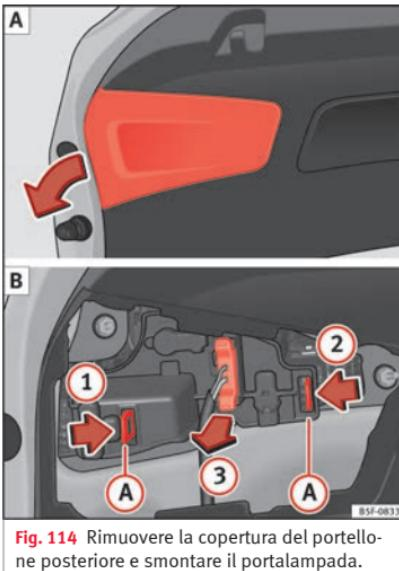

Fig. 114 Rimuovere la copertura del portello posteriore e smontare il portalampane.
- Togliere la copertura del portellone nella direzione della freccia » fig. 114 A.
- Sbloccare le linguette di fissaggio A del portalampane seguendo la direzione delle frecce 1 e 2 » fig. 114 B.
- Estrarre il portalampane dal proprio alloggiamento nel senso indicato dalla freccia 3 » fig. 114 B.
- Rimontare il portalampada controllando che le clip di fissaggio **A** »» **fig. 114** **B** siano installate correttamente.